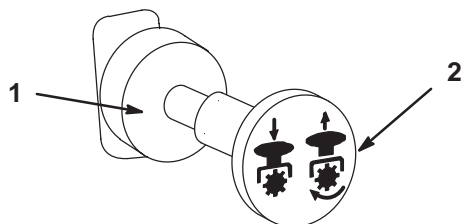

Figure 11
3. Placez la commande de prise de force (PDF) en position désengagée (Fig. 11).
1. Placez la commande de PDF en position désengagée (Fig. 11).